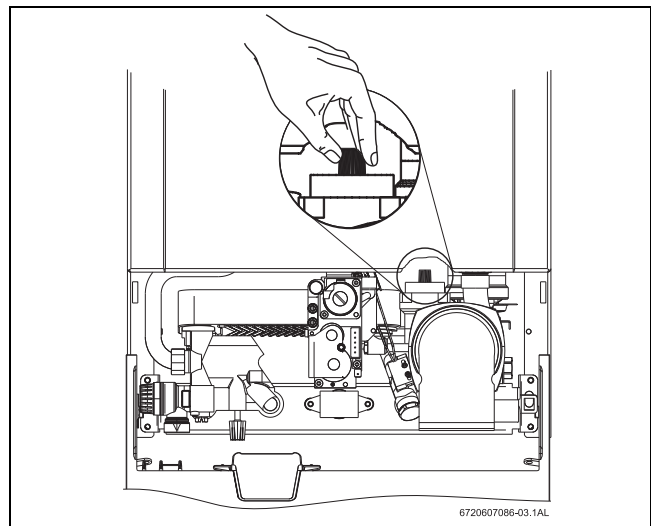

Fig. 12 Ouvrir la valve de purge
- Remplir l'installation à l'aide du robinet de remplissage (38).
- Pour purger l'appareil en utilisant le purgeur automatique, ouvrir le conver de la valve de purge (voir Fig. 12).